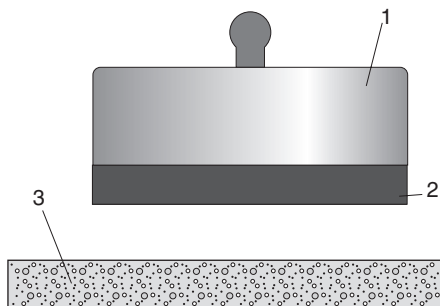
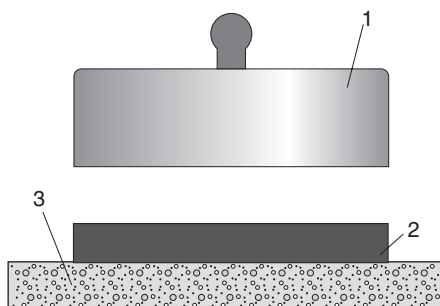

Рис.1 Отрыв по контактному слою (адгезия)
Рис.2 Отрыв по эпоксидному клею
- 3.2. Через 24 часа, используя прибор DINA Z15, к металлическому диску прилагают нагрузку до момента отрыва. При этом возможны 4 варианта отрыва (рис. 1–4). При отрыве «по эпоксидному клею» испытания не засчитываются (рис. 2).